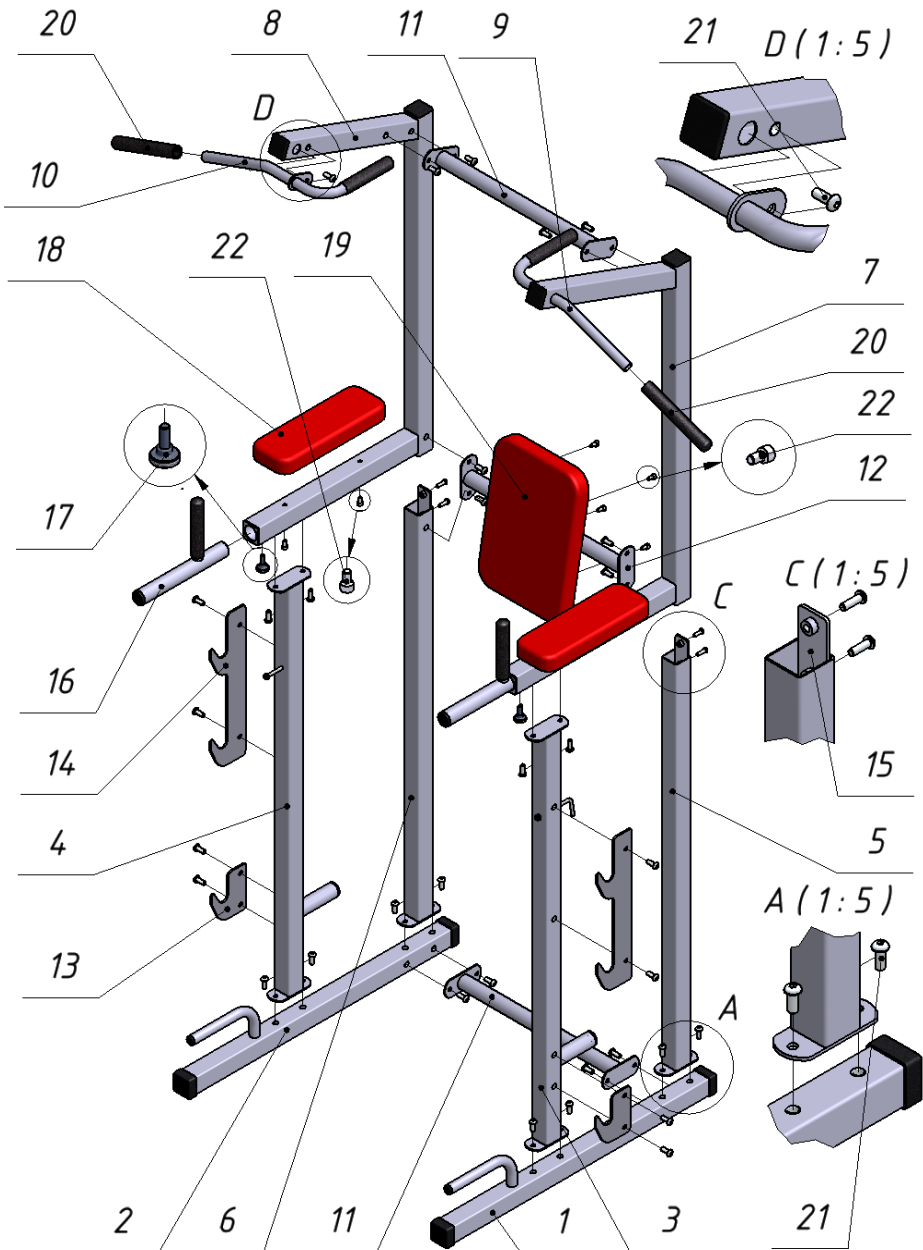
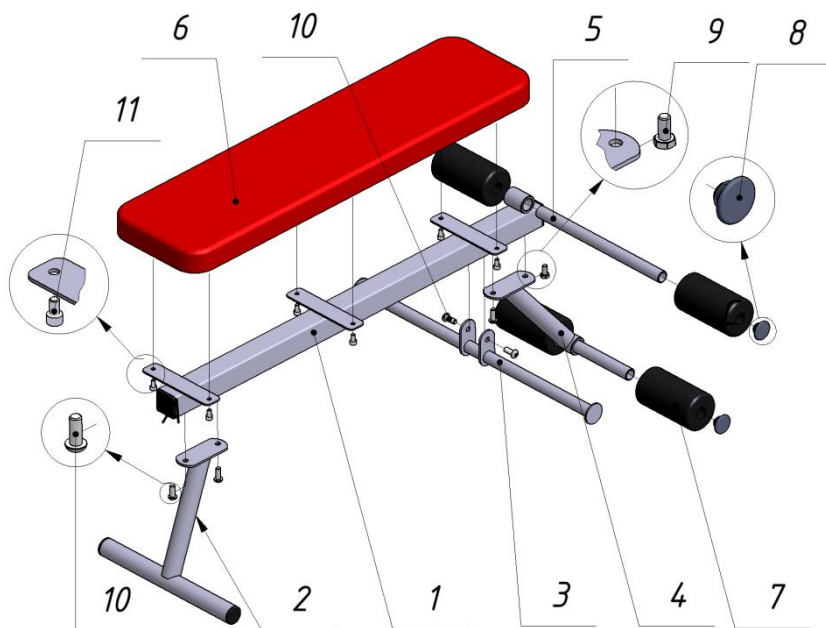

Рис.2. Схема сборки стойки комбинированной ТК 501.
Рис.3. Схема сборки скамейки универсальной ТК 502.
Комплектность ТК-501 стойка комбинированная (Рис.2):
Комплектность ТК-502 скамейка универсальная (Рис.3):
2.1. Перед началом использования комплекса необходимо произвести сборку его компонентов. Схема сборки стойки комбинированной ТК 501 представлена на рис.2. Схема сборки скамейки универсальной ТК 502 представлена на рис.3.
- 2.3.3. Соединить раму, поз.1 со стойкой валиков, поз.4 и закрепить их винтом, поз.10 и болтом, поз.9 (смотри рис.3).